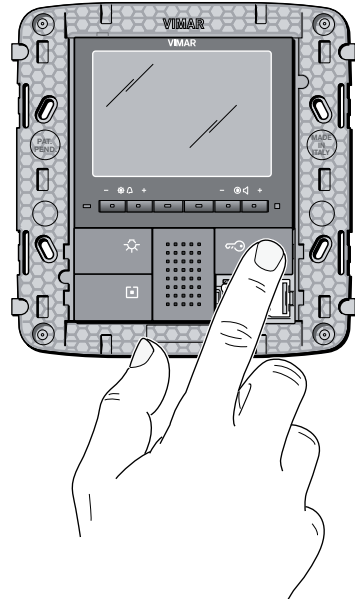

Figura 11
- Premere e mantenere premuto, per almeno 5 secondi, il **tasto B** (funzione apriporta) (figura 11);